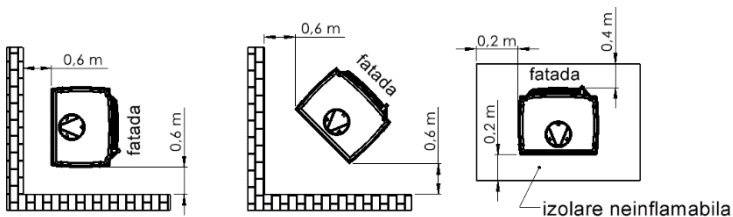

Fig.2. Distanța minimă de siguranță
- soba trebuie să fie așezată pe suprafața neinflamabilă care să se fiela distanța de min. 0,4 m de la soba și de minimum 0,2 m măsurând din părțile laterale și din spatele sobei (a se vedea fig. 2)